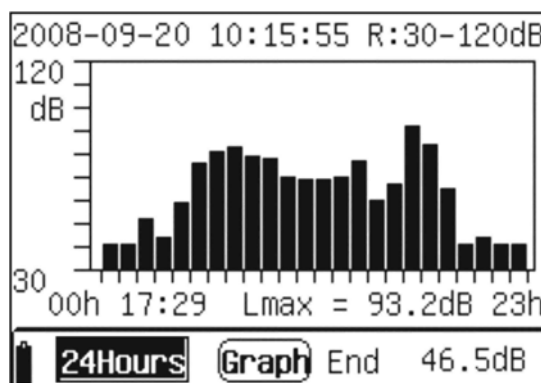

Fig. 18: Visualizzazione finale misura 24Hours
8. Al termine dei 24 intervalli la registrazione termina e il risultato è salvato **automaticamente** nella memoria dello strumento. Il messaggio "End" appare sulla parte bassa dello strumento (vedere Fig. 18). Ogni intervallo mantiene lo stesso nome della misura